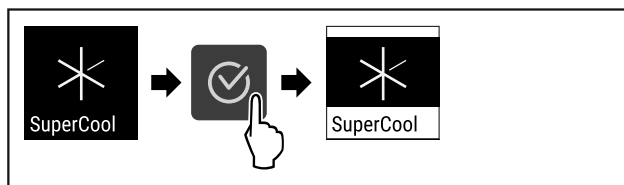

Fig. 73
- Suorita toimenpidevaiheet (katso Fig. 73).